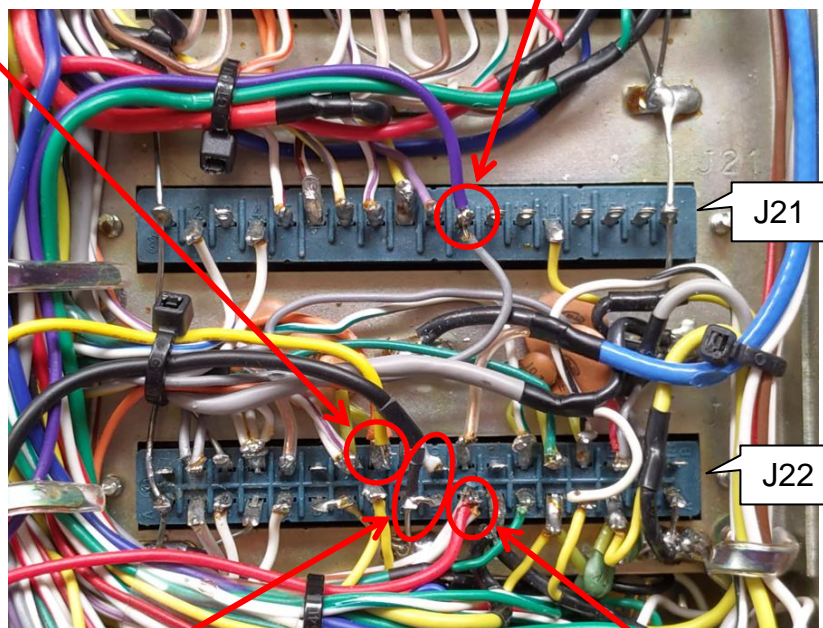

Abbildung 15
- Löten Sie die vorbereiteten Kabel des Anzeigemoduls an die Steckerleisten gemäss Abbildung 15
- Löten Sie die vorbereiteten Kabel des Anzeigemoduls gemäss Abbildung 15 an die Steckerleiste J22 (MIC AMP UNIT).